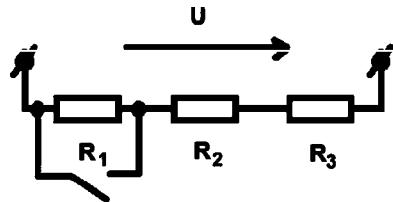

Рис. 1.40. Схема к контрольному вопросу 1
1. Как изменится напряжение на участках  $R_2$  и  $R_3$  (рис. 1.40) при замыкании ключа К ( $U = \text{const}$ )?